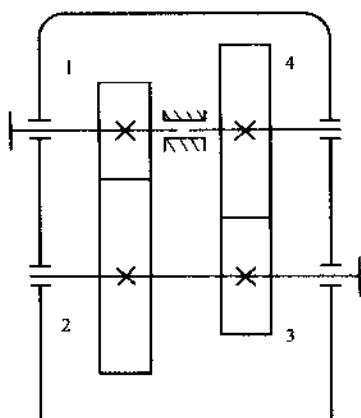

图 5
11. 如图 5 所示为一减速机简图, 输入转速 $n_1 = 1\,440 \text{ r/min}$, 输出转速 $n_4 = 160 \text{ r/min}$, 轮 1 与轮 4 同轴。低速级齿轮 $m = 5 \text{ mm}$ 、 $z_3 = 20$ 、 $z_4 = 60$; 高速级齿轮 $z_1 = 25$ 。试求高速级另一齿轮的齿数及模数。